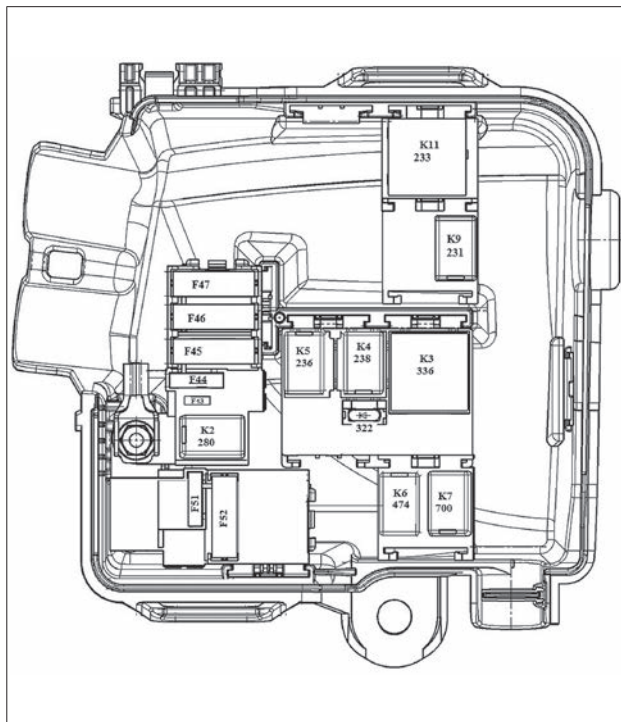

Рис. 2. Блок предохранителей и реле моторного отсека (DVS 11189/21129)
моторного отсека ДВС (11189/21129) (см. рис. 2)**
**Реле, расположенные в монтажном блоке моторного отсека DVS (11189/21129) (см. рис. 2.)**